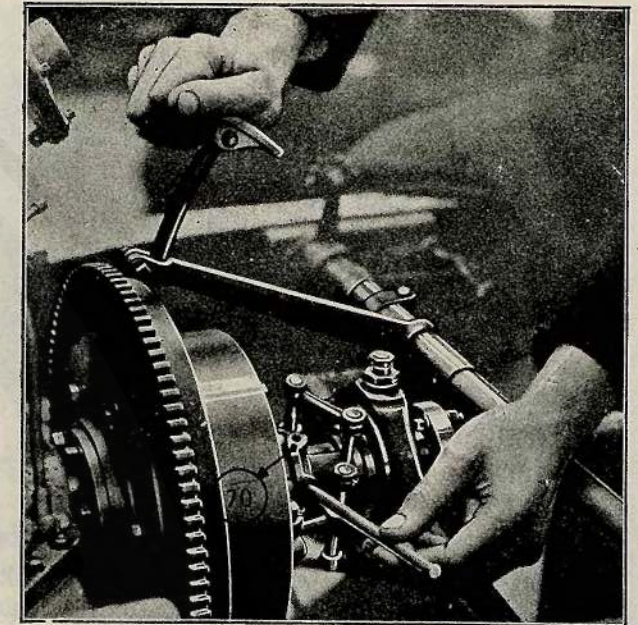

FIG. 13
*Réglage de l'embrayage.* — La figure 13 représente la position de débrayage. Le n° 70 représente l'écrou qui permet le réglage ; pour cela il suffit d'engager dans l'un des trous de l'écrou une broche cylindrique de la grosseur du